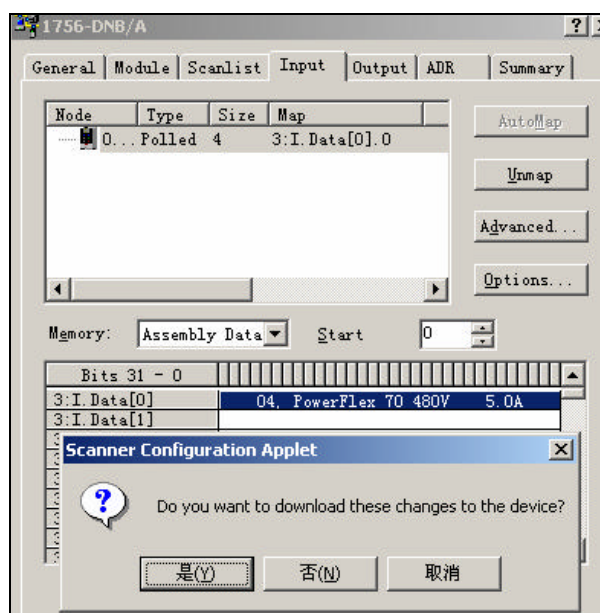

图 4-24 下载修改后的设置
19. 输入输出映像结束后，点击应用按钮，弹出下面对话框，询问是否下载这些设置到变频器中，单击“是”，如图 4-24 所示。